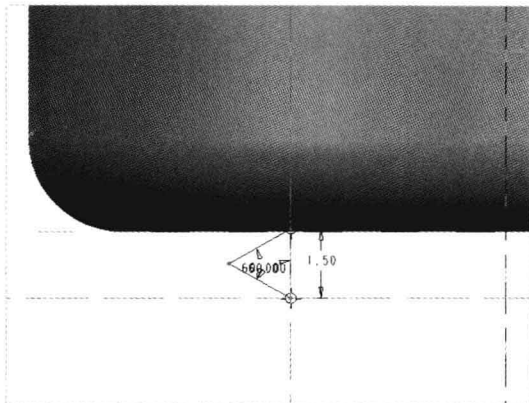

图 16-19 绘制截面 5
Step 09 返回“螺旋扫描”选项卡，单击“截面”按钮 ，进入草绘环境，单击“草绘”选项卡中的相应按钮，绘制截面，如图 16-19 所示，单击“关闭”面板中的“确定”按钮 ✓，完成截面绘制并退出草绘环境。